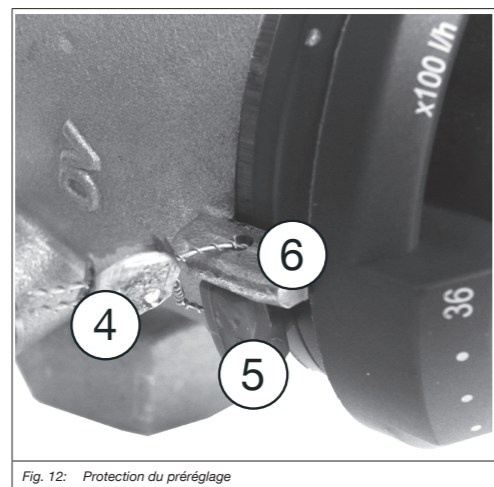

Fig. 12: Protection du pré-réglage
1. Démontez la bague de blocage (3).
2. Pousser la poignée manuelle (2) et la tourner jusqu'à ce que le marquage de la valeur de consigne (1) se trouve en face de la valeur de débit souhaitée (maintenant la poignée manuelle enclenche dans la denture).
3. Remonter la bague de blocage (3).
i En option, la bague de blocage (5) peut être plombée au marquage de la valeur de consigne (6) à l'aide du jeu de plombage (4) (accessoire, réf. 1089091) (voir Fig. 12).